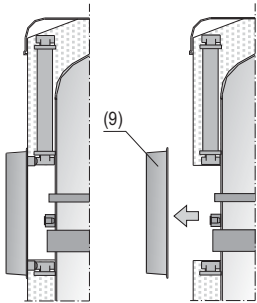

Fig. 2.2
- 2.2: Introducir el termostato de vaina rígida (3) en la vaina de diámetro 13 mm, y la resistencia cerámica (1) en la vaina de diámetro mayor (fig.2.2).